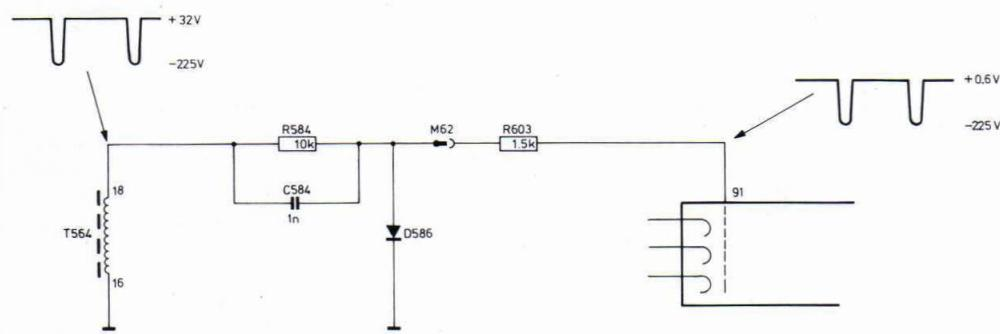

Fig. VI-8
4. De stuurroosterschakeling (Fig. VI-8)